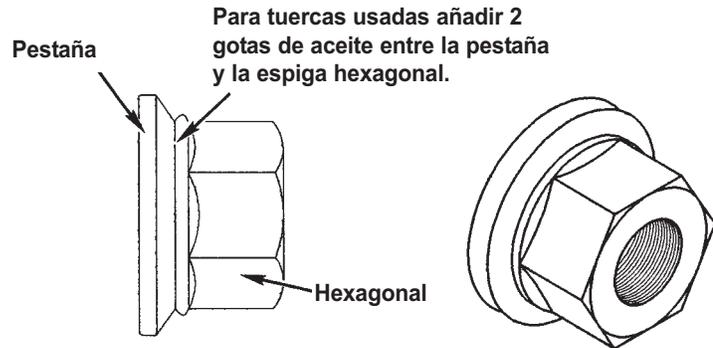

Figura 13
- ◆ Antes de volver a utilizar las tuercas planas que ya se han usado en el servicio, aplicar 2 gotas de aceite grado 30 en un punto entre la pestaña plana y la parte tallada/hex. Esto permitirá que las piezas giren libremente y aportará la fuerza de sujeción (enganche) apropiada cuando se aprieten. (Ver figura 13). No se aconseja una cantidad excesiva de lubricante. No mejorará el rendimiento/funcionamiento de la tuerca y puede hacer que las tuercas se hagan difíciles de manejar, atraigan tierra y causen una apariencia fea en la rueda. Sólo tuercas **usadas** deben ser lubricadas.